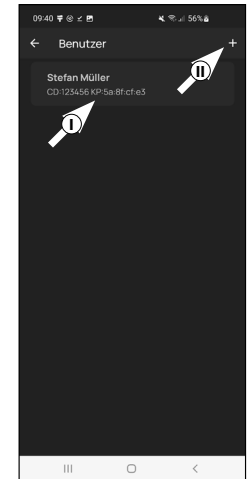

Abb. 2
- Hinweis:** Alternativ können Sie an dieser Stelle auch ein neues, zusätzliches Benutzerprofil anlegen. Tippen Sie dafür auf das „+“ oben rechts (II) (Abb. 2).